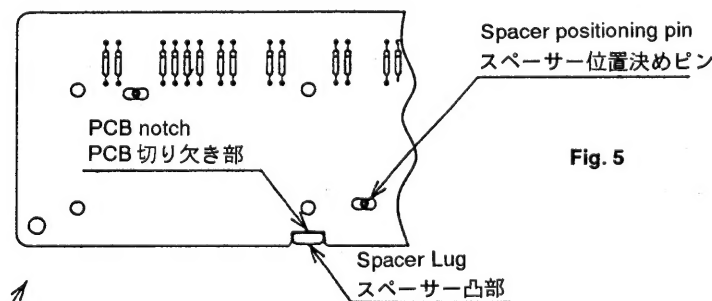

Fig. 5
3) Then, put the PCBs so that the positioning pins of the SPACERS fit into the positioning holes of the PCBs. At this time, use the PCB notch and SPACER Lug as a guide. (See Fig. 5)
3) 次に、PCBの切り欠き部とSPACERの凸部を目印として、SPACERの位置決めピンにPCBの穴がはまるようにPCBをおきます。(Fig.5参照)